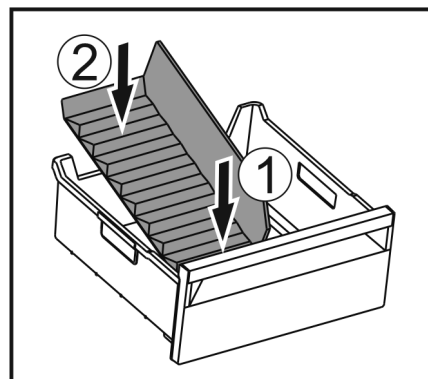

Fig. 139
- Aseta jäälaatikon jakajan etuosa paikalleen. Fig. 139 (1)
- Laske jäälaatikon jakajan takaosa vetolaatikon pohjalle saakka. Fig. 139 (2)